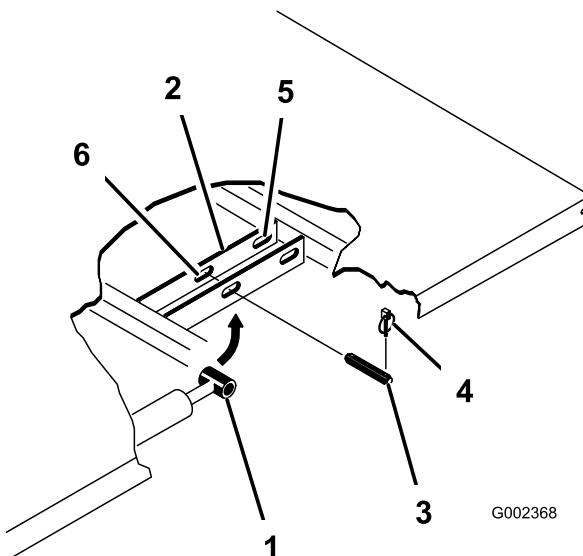

Figure 21
3. Retirez les goupilles à anneau aux extrémités extérieures des axes des tiges de vérins (Figure 21).
4. Retirez les axes de chape qui fixent les extrémités des tiges de vérins aux plaques de montage du plateau en les poussant vers l'intérieur (Figure 21).
5. Retirez les goupilles à anneau et les axes de chape qui fixent les supports de pivot aux profilés du cadre (Figure 21).